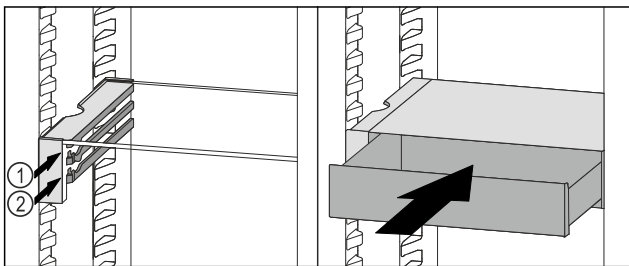

Fig. 48
- VarioSafe-Schubfach hinter den Stopperrn auf gewünschter Rippe Fig. 48 (1) oder Fig. 48 (2) aufsetzen.